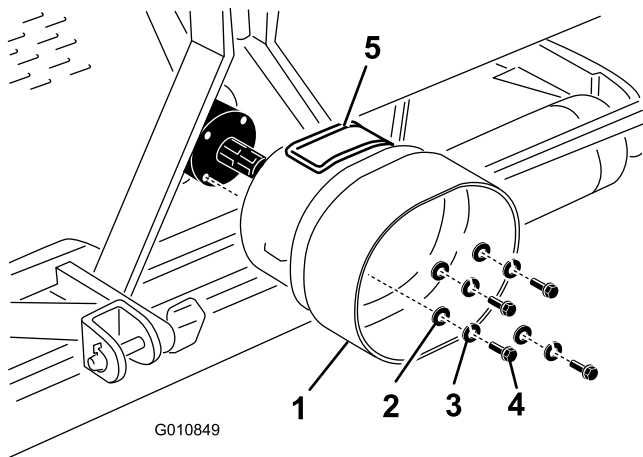

图22
1. 卸下固定至打孔机齿轮箱后部的 4 个螺栓、锁紧垫圈和扁平垫圈 图22。
2. 用之前卸下的紧固件将 PTO 护罩安装到打孔机齿轮箱上 图22。
将 PTO 护罩的检修门 图22 对准上面或侧面取决于打孔机机架配置。
注意 您可以打开检修门 图22 以便拆装 PTO 轴安装紧固件。